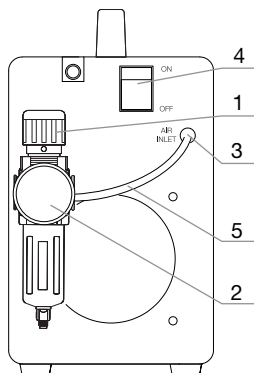

Рис. 3.2
- Подсоедините шланг компрессора к регулятору воздуха 1, расположенному на задней стенке аппарата (Рис. 3.2).
- Отрегулируйте давление воздуха с помощью ручки регулятора 1 (Рис. 3.2). Рабочее давление должно составлять 3,5-6,0 бар. **Внимание: Используйте только очищенный и осушенный сжатый воздух!**